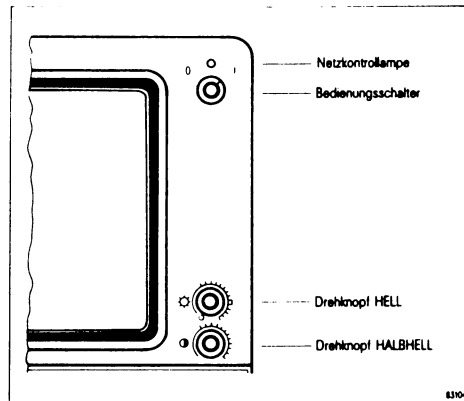

Bild 4.1: Bedienelemente
- 34 Stellen Sie den Bedienungsschalter (Bild 4.1) am ersten Bildschirmarbeitsplatz (Konsole) in Stellung "1" und schieben Sie dann sofort die Diskette (Etikett links oben) SINIE0 oder SINIM0 (abhängig, ob Sie ein Ein- oder Mehrplatzsystem haben) bis zum Anschlag in das Laufwerk ein und schließen Sie die Verriegelung.